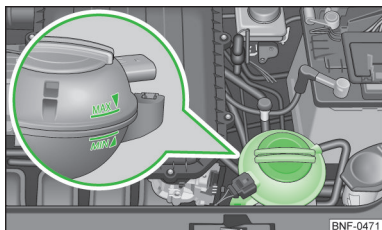

Fig. 101
La denominación del líquido refrigerante se encuentra en el depósito de compensación del líquido refrigerante » fig. 101 de la página 116.
- No rellenar el depósito de líquido refrigerante por encima de la marca **MAX**» fig. 101 de la página 116.
Depósito de compensación del líquido refrigerante » fig. 101
► Compruebe el nivel de líquido refrigerante en el depósito de expansión del mismo » fig. 101.
Cuando el motor está caliente, el resultado de verificación puede ser inexacto. El nivel también puede estar sobre la marca "MÁX" » fig. 101.